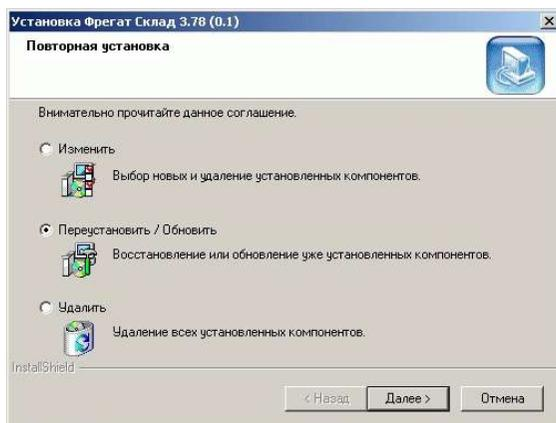

Рис. 1.9. Выбор действия
- ▶ Нажать кнопку [Далее >] в окне приглашения к повторной установке. На экране появится окно выбора действия (см. Рис. 1.9):